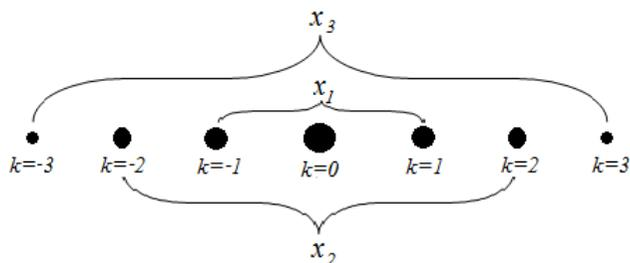

Рис. 2
2. Перемещая экран вдоль оптической скамьи, получите на нем четкое изображение дифракционной картины (рис. 2). При этом необходимо добиться, чтобы на экране были видны максимумы трех порядков.
4. Измерьте расстояние между максимумами первого порядка – x_1 , второго – x_2 и третьего порядка – x_3 (см. рис. 2).